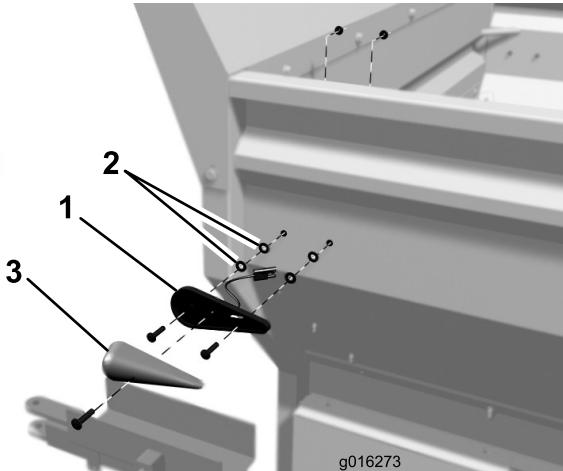

図 2
- ホッパーにライト用のマウントを取り付ける； $1/4 \times 1$ インチのねじを 2 本、 0.281×0.625 ワッシャを4枚、 $1/4$ インチのフランジ・ナット2個を使用する。各コンポーネントは 図 2 のように配置する。各ねじにワッシャを2枚ずつ入れる；ワッシャは、ランプマウントとホッパーとの間に入れること。
- マウントにレンズをねじで固定する（図 2）。ホッパーの右側についても同じ作業を行う。